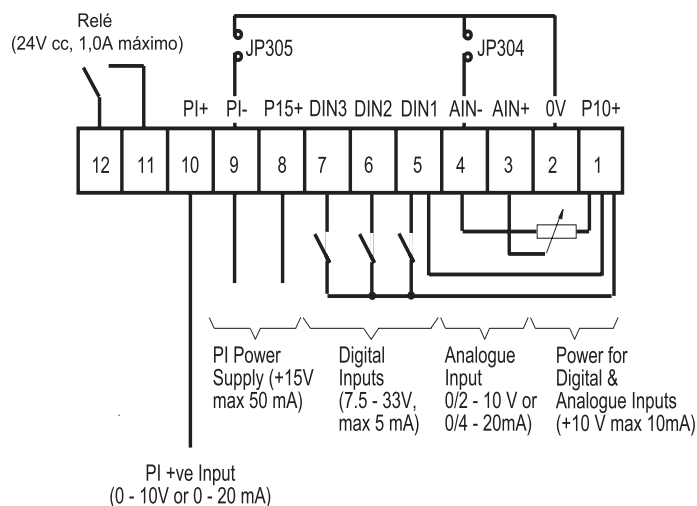

Fig. 3: Ligações dos terminais de controlo
Insira o cabo de controlo no inversor através do devido orifício de bucha (consulte a fig. 1). Ligue os fios de controlo em conformidade com as informações das fig. 3 e 4 (consulte também a fig. 1).
Note que o potenciómetro opcional aplicado como ponto de acerto analógico, ilustrado na fig. 3, pressupõe que a ligação directa JP304 esteja a ligar 0V (pino 2) a AIN- (pino 4). Também, o P15+ pode ser utilizado como uma alternativa ao P10+ para as entradas digitais.
- Ligue um potenciómetro de 4,7 kW ao terminais de controlo, tal como ilustrado na fig. 3, ou aplique um sinal 0 - 10 V entre o pino 2 (0V) e o pino 3 (AIN+). Em ambos os casos, posicione a ligação directa JP304 para ligar 0V a AIN-.